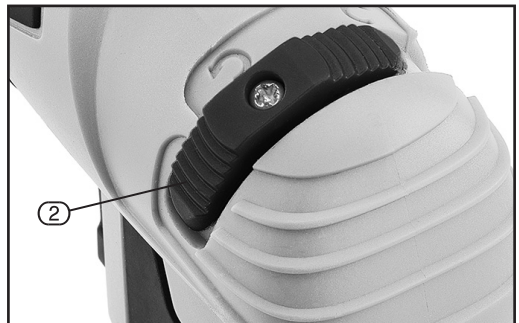

FIG.5
10.3 DIRECTION CONTROL - FIG. 5